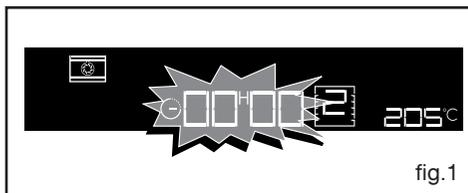

fig.1
- Appuyez 1 fois sur la touche  $\ominus$  (fig.1).
le four étant à l'arrêt, appuyez simultanément sur les touches  $\text{⓪}$  et  $\ominus$  pendant quelques secondes (fig.1).